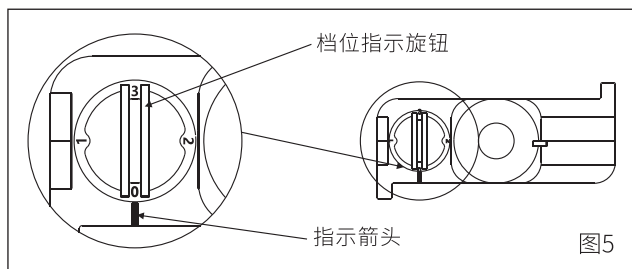

图5
- 6.调整档位调节旋钮，当指示箭头对准那个数字及那个档位被接通（图5）；